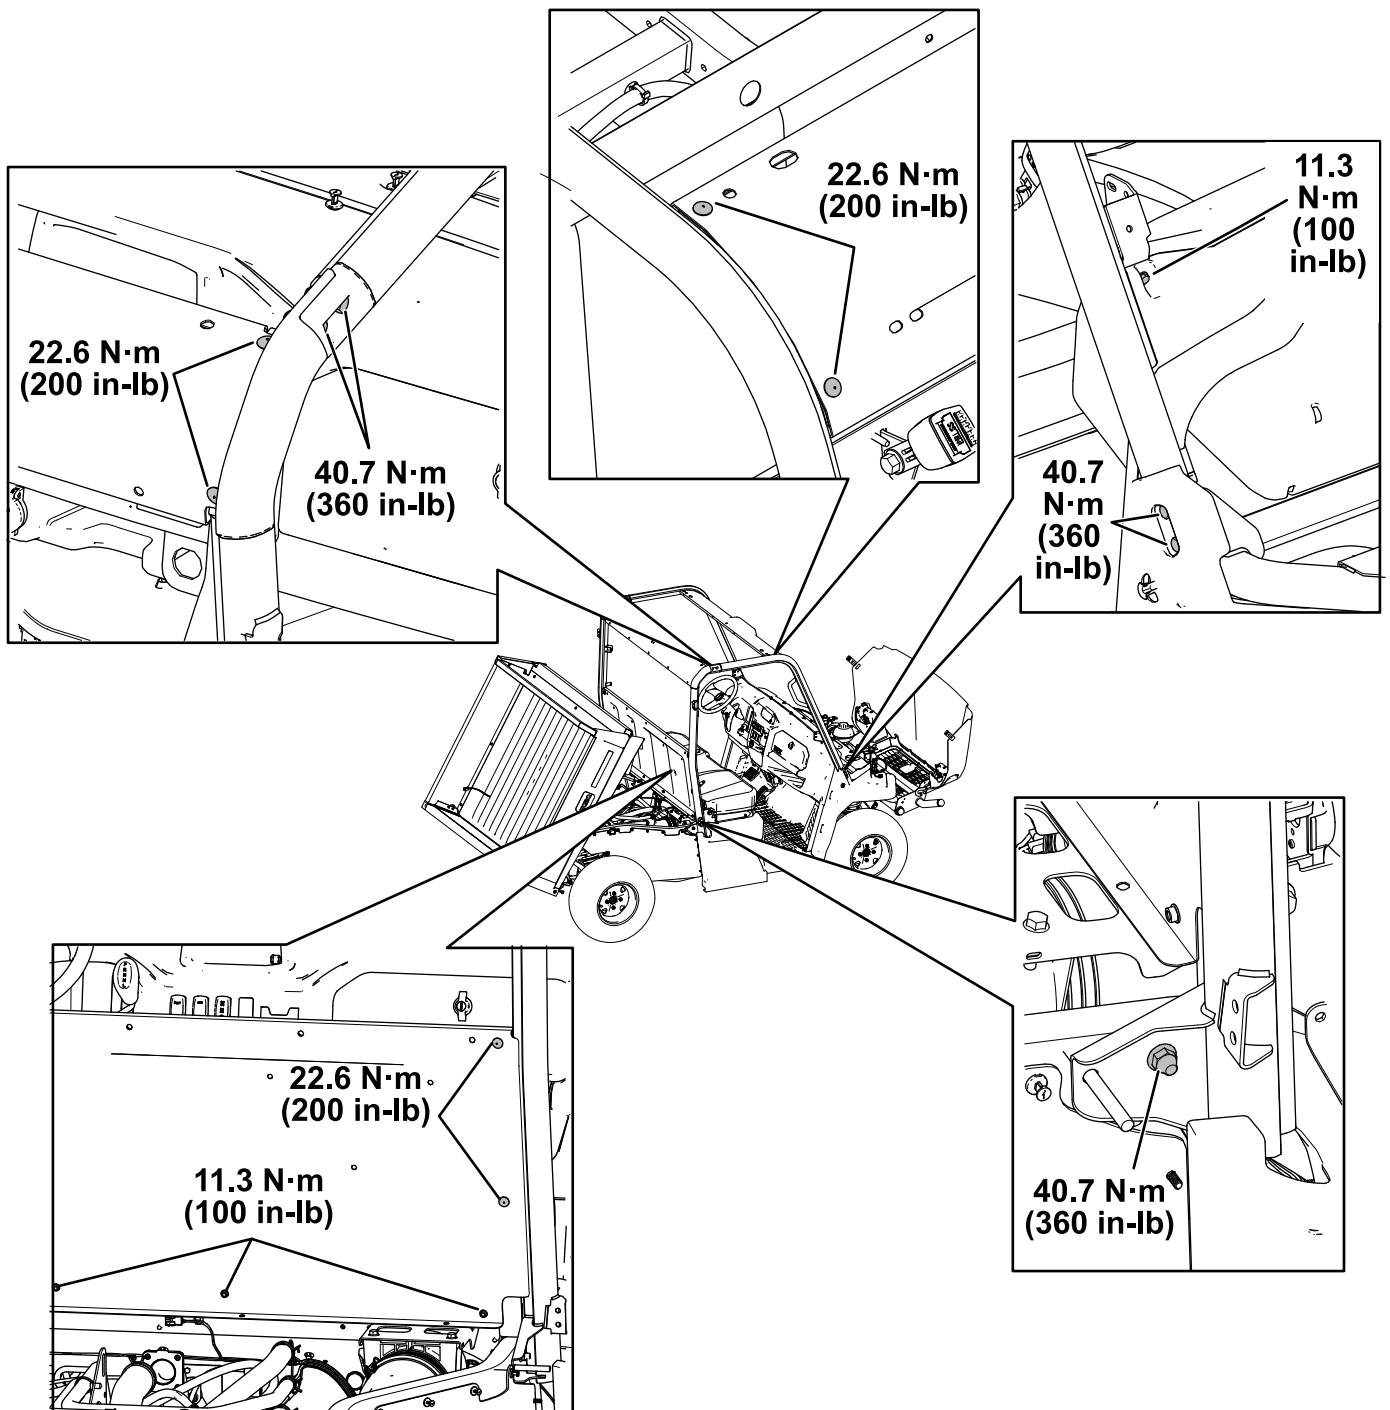

Bild 20
15. Ziehen Sie die Befestigungselemente mit den in Bild 20 angegebenen Drehmomenten an.